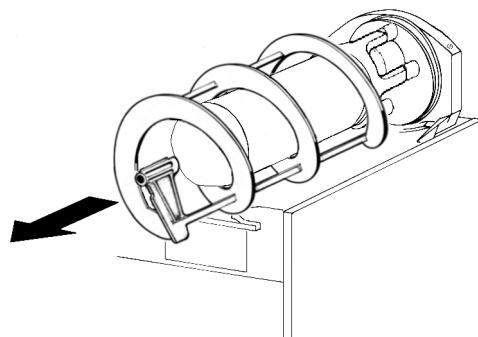
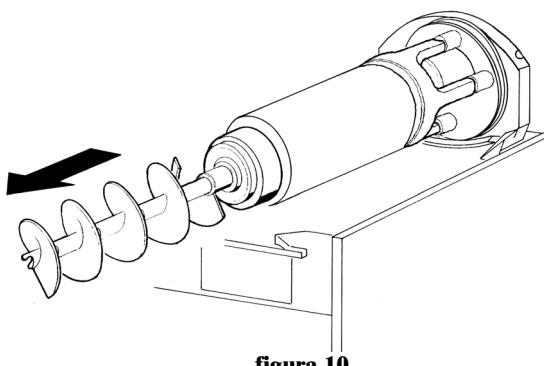

figura 9
figura 10
- 3** Sfilare dall'evaporatore la spirale esterna (vedere figura 9) e successivamente l'elica interna (vedere figura 10).